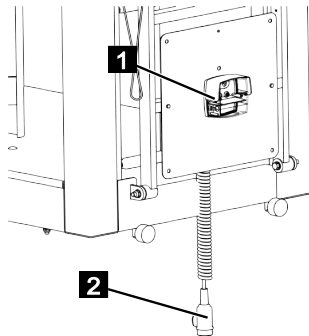

Fig. 66
5. Visser le système d'éclairage fourni (Fig.66/1) sur la nacelle et raccorder le connecteur du câble spiralé (Fig.66/2) à la prise 12 V du poids lourd.